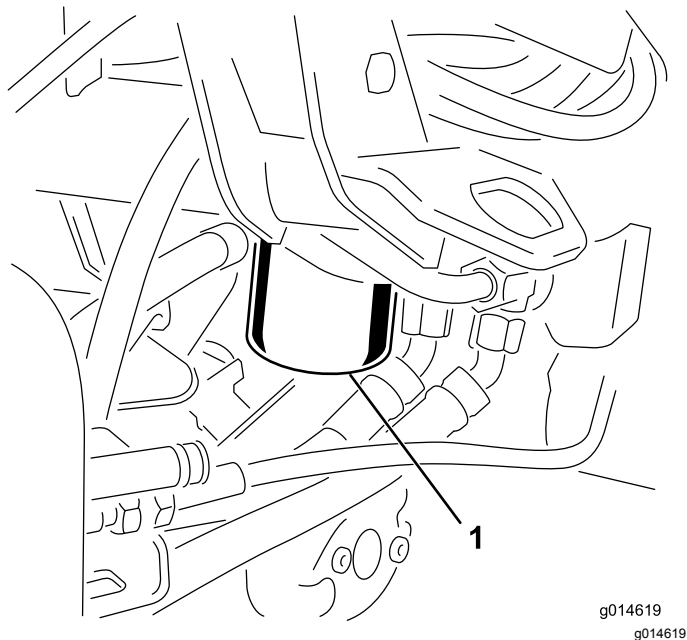

Figure 52
1. Nettoyez la zone autour de la surface de montage du filtre (Figure 52). Placez un bac de vidange sous le filtre et enlevez le filtre.